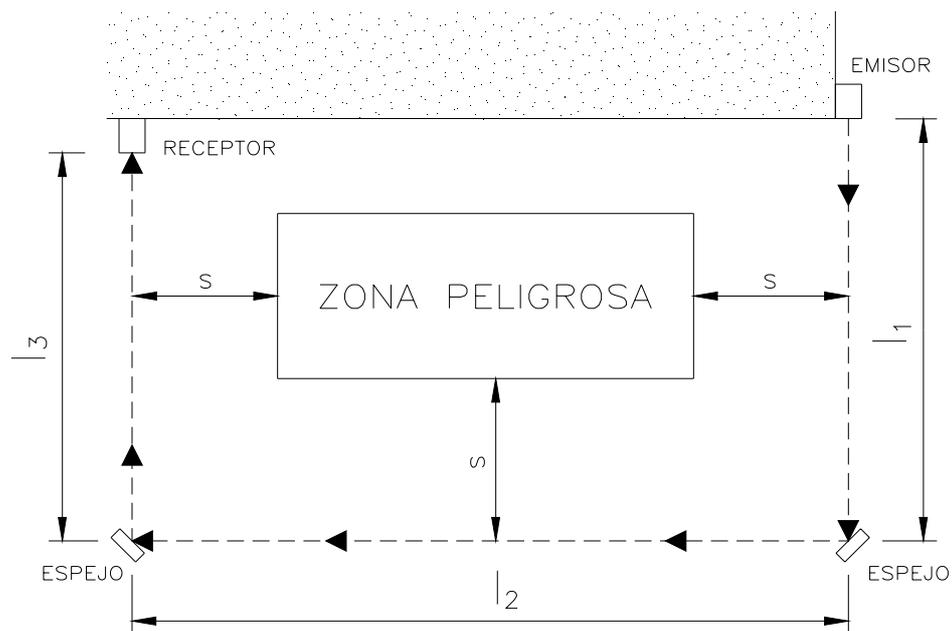

Figura 10
- Posicionar los espejos de modo que la mínima distancia de seguridad S (Figura 10) sea respetada en cada uno de los lados de acceso a la zona peligrosa.